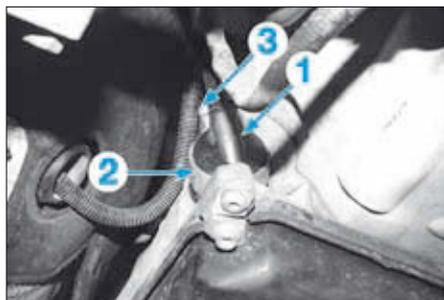

FIG. 11
- l'écran thermique et débrancher le connecteur (1) sur le calculateur de commande électrohydraulique de la transmission automatique en tournant la bague (2) (Fig.11),
- la vis (3) de la douille de guidage,